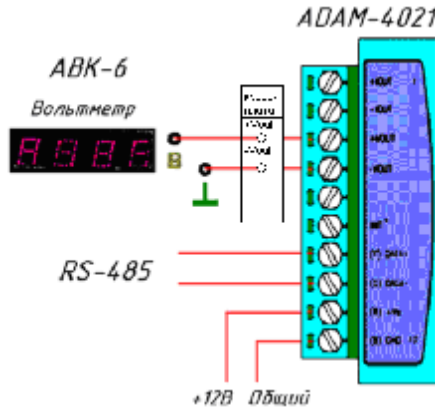

Рисунок 2.3 – Вимірювання напруги. Схема № 1
На рис.2.3 зображена організація підключень на робочому місці.
2.11.1 Під керівництвом викладача зберіть схему лабораторного стенда (рис.2.3).